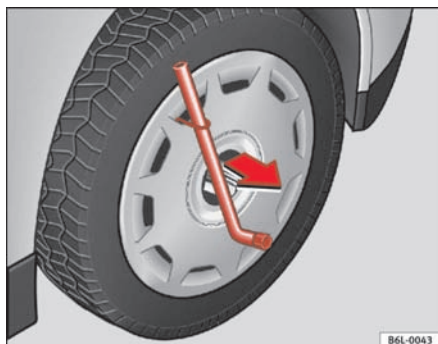

Fig. 121 Sådan tages kapslen af.
- Afmonter hjulkapslen ved hjælp af afmonteringsbøjlen ⇒ fig. 121.